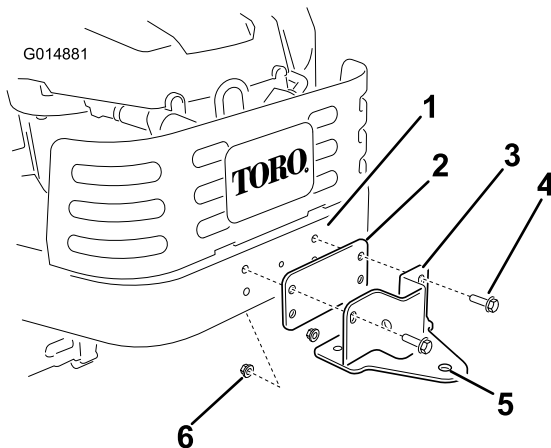

Figura 10
1. Localice la placa espaciadora y el soporte del bastidor del ensacador entre las piezas sueltas. Instale la placa y el soporte en el bastidor de la máquina según se muestra en Figura 10. Sujete la placa y el soporte al bastidor usando dos pernos 1 pulgada) y dos contratuercas (5/16 pulgada).